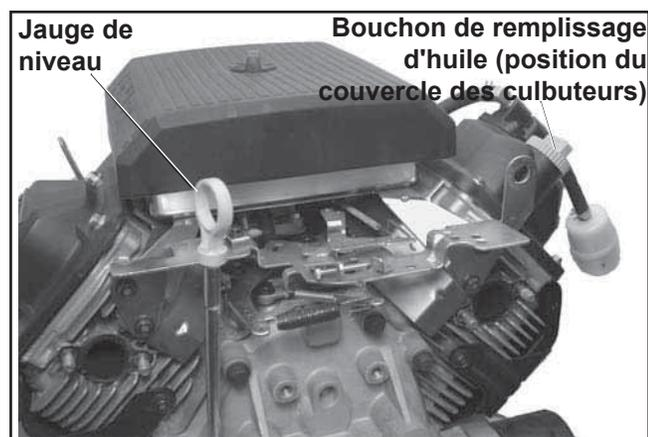

Figure 6-2. Position de la jauge de niveau et du bouchon de remplissage d'huile.
3. Retirer la jauge de niveau et nettoyer soigneusement l'huile. Introduire à nouveau la jauge de niveau dans le tube jusqu'à ce qu'elle soit complètement en place. Voir la Figure 6-2.